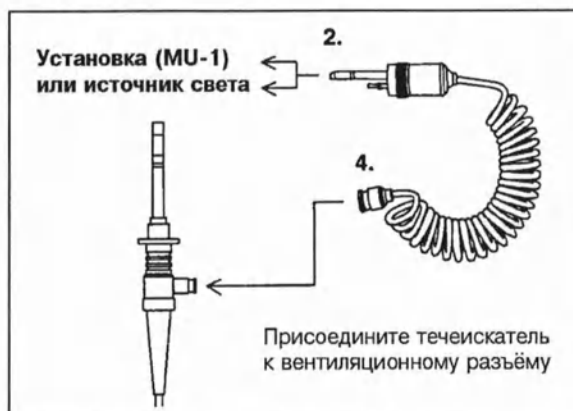

Рис. 7.7
2. Присоедините коннектор течеискателя к разъёму на выходе установки для технического обслуживания или источника света (см. рис. 7.7) и включите электропитание установки или источника. В случае использования источника света, установите переключатель потока воздуха в положение «HIGH».
4. Присоедините течеискатель к вентиляционному разъёму коннектора волоконно-оптического кабеля, совмещая выступ, расположенный снаружи вентиляционного разъёма, с вырезом на колпачке. Необходимо поместить колпачок поверх вентиляционного разъёма, затем надавить на колпачок и повернуть его по часовой стрелке до упора (приблизительно на 90°) (см. рис. 7.7).